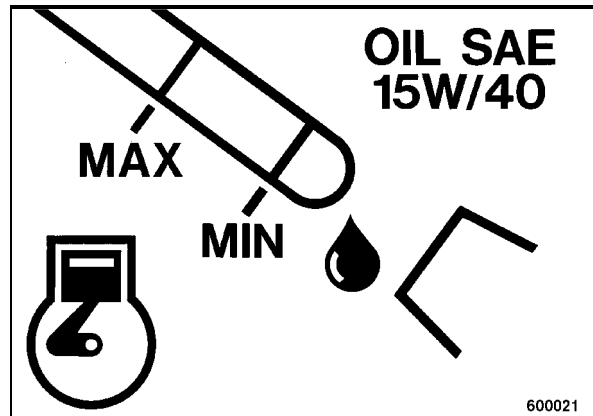

Fig. 31
- El nivel de aceite debería estar en la marca superior (Fig. 31).